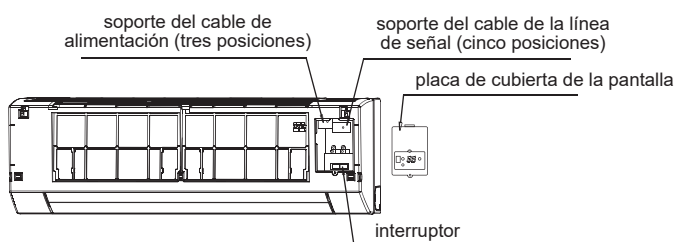

Fig. 7-2
- 2 Realice la conexión individual del cable y de la línea de señal, y ajuste el interruptor (vea la fig. 7-2).